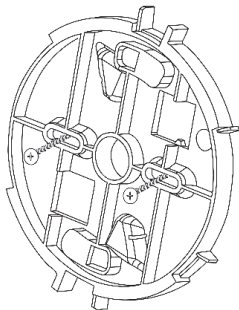

Figura 3
3. Usare la staffa come dima e segnare i punti di fissaggio, fissare la staffa sulla superficie di installazione (*vedi Figura 3*).